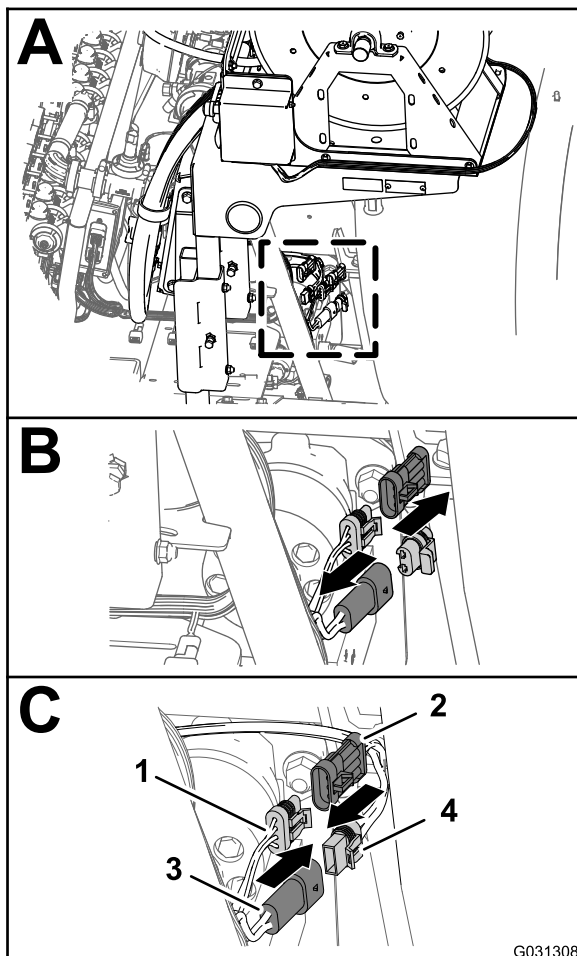

Figure 179
1. À l'arrière de la machine, localisez le faisceau de câblage du kit dévidoir électrique situé l'arrière de la cuve du pulvérisateur (A de Figure 179).
- Enlevez l'obturateur sur le connecteur à 2 broches du faisceau principal arrière d'alimentation du dévidoir (B de Figure 179).
- Branchez le connecteur à 2 douilles du faisceau du dévidoir électrique dans le connecteur à 2 broches du faisceau principal arrière (C de Figure 179).
- Retirez le capuchon du connecteur à 3 douilles du faisceau principal arrière d'interconnexion du faisceau de pulvérisation (B de Figure 179).
- Branchez le connecteur à 3 broches du faisceau du dévidoir électrique dans le connecteur à 3 douilles du faisceau principal arrière (C de Figure 179).